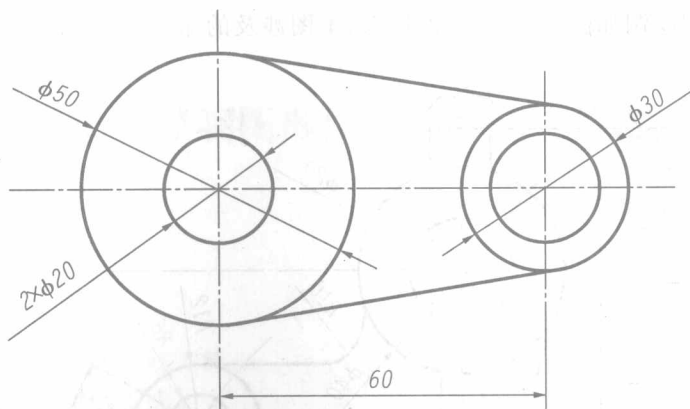

图 2-3 利用样板图基本设置和直线、画圆命令绘制图形
3. 利用样板图基本设置和直线、圆命令绘制如图 2-3 所示的图形。